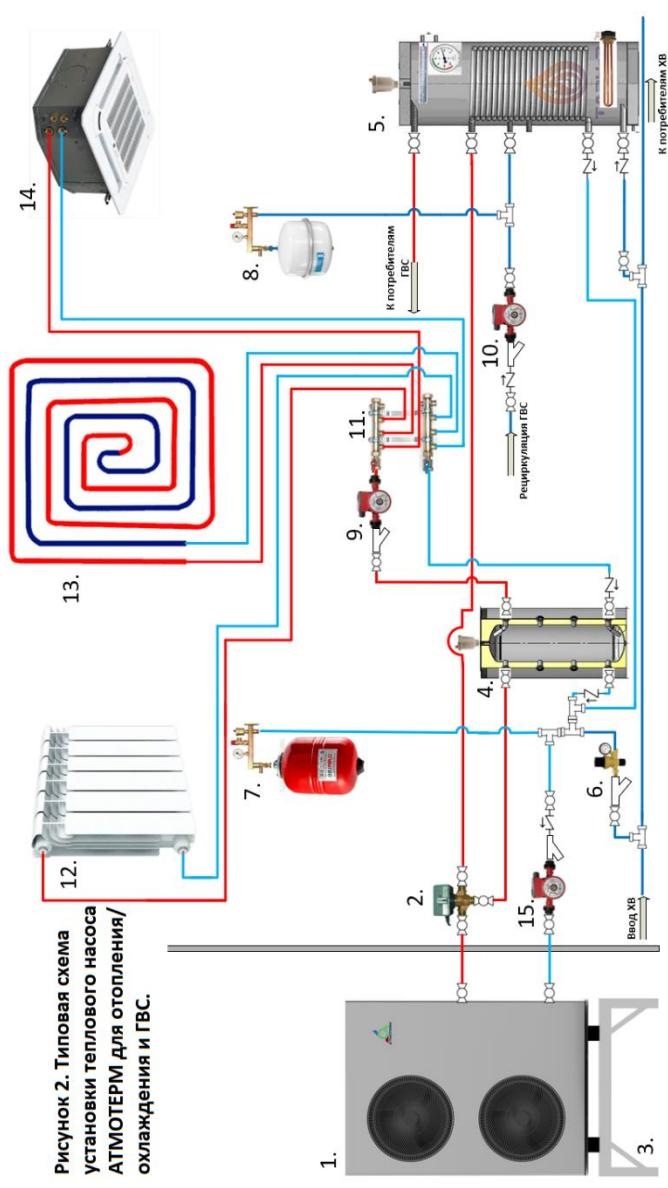

Рисунок 2. Типовая схема установки теплового насоса ATMOTERM для отопления/охлаждения и ГВС.
- 1) Установка системы схема, рисунок 2.